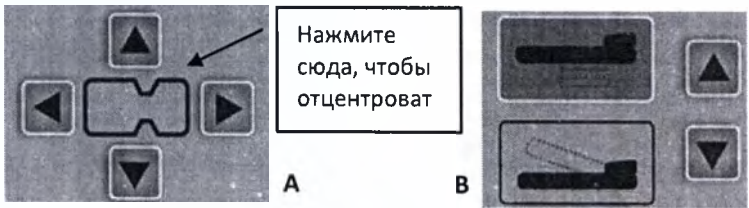

Рисунок 2-11: Окно управления перемещением процедурного стола
- Окно управления перемещением процедурного стола (Рисунок 2-11)
Управление передвижением процедурного стола осуществляется в двух окнах. Окно передвижения по двум осям (Рисунок 2-11А) управляет поперечным и продольным перемещением, а окно перемещения по вертикали (Рисунок 2-11В) управляет перемещением вверх/вниз и переводом в положение Тренделенбурга. Нажмите на центральную кнопку (расположенную между стрелками) в окне управления передвижением по двум осям, это автоматически переведет стол в центральное положение.